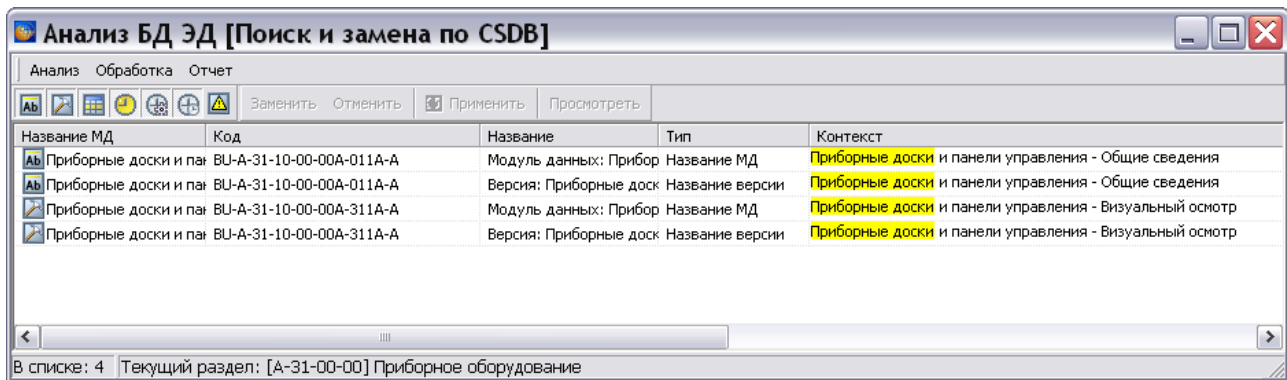

Рис. 21.183
8. В окне **Анализ БД ЭД** появится результат поиска (Рис. 21.183).